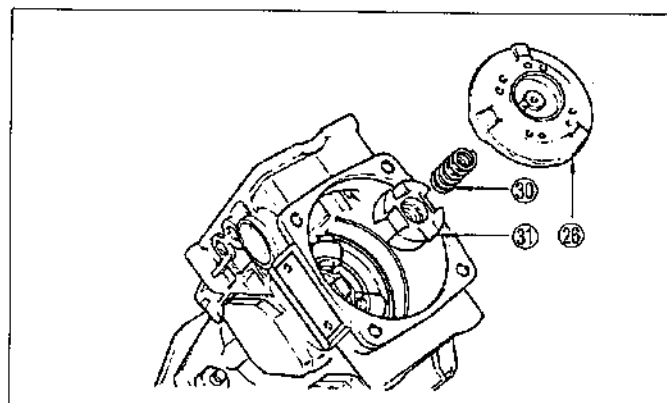

Figura.12-17 Extracción del disco de leva y el acoplamiento
Extraiga el disco de leva ②⑥, resorte de acoplamiento ③① y acoplamiento ③①. (Vea la figura.12-17)